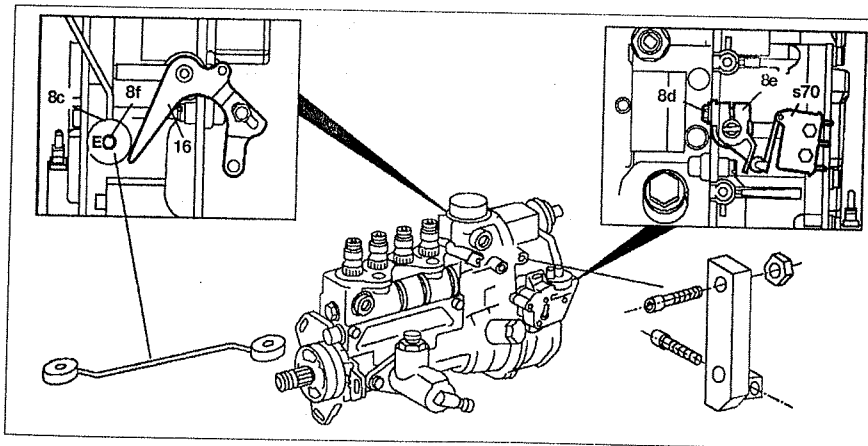
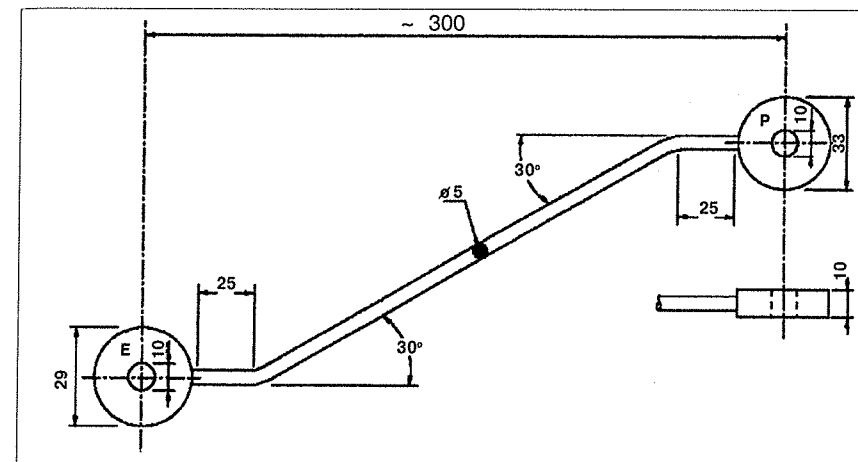

Рис. 4.67. Регулировка микровыключателя.
Рис. 4.68. Регулировочная прокладка микровыключателя ТНВД.
3. Установите регулировочную прокладку **8с** в положение **Е** (установка) на болте **8f** ТНВД (см.рис.4.67). Болт **8f** расположен в задней части ТНВД. Регулировочная прокладка (при которой микровыключатель выключается в положении 10° перед полной нагрузкой) показан на рис. 4.68.